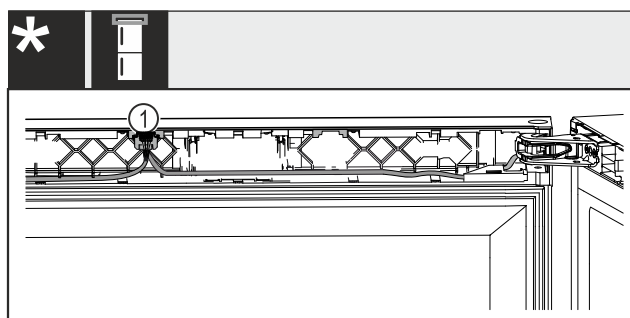

Fig. 62 Kombinirani zamrzivač za vino*
- ▶ Uglavite utikač Fig. 62 (1) u vodilicu.*